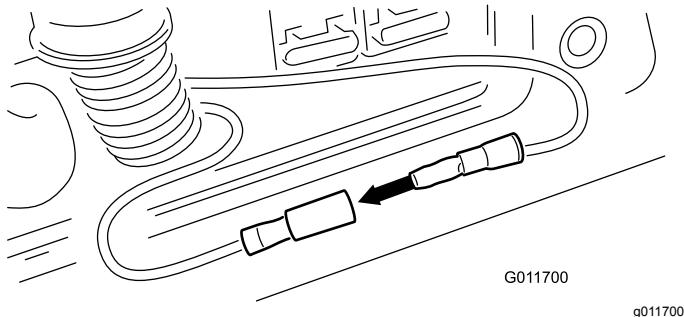

Figura 63
4. Con la llave en posición de Desconectado, retire el tapón de los cables-puente y conecte los dos cables entre sí (Figura 63).